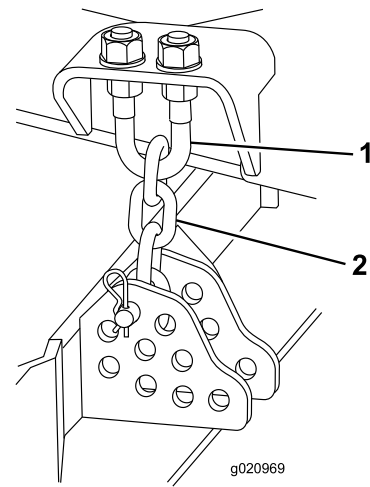

Figura 91
1. Afloje las contratuerzas de la parte superior o inferior del perno en U de la cadena de altura de corte (Figura 91).